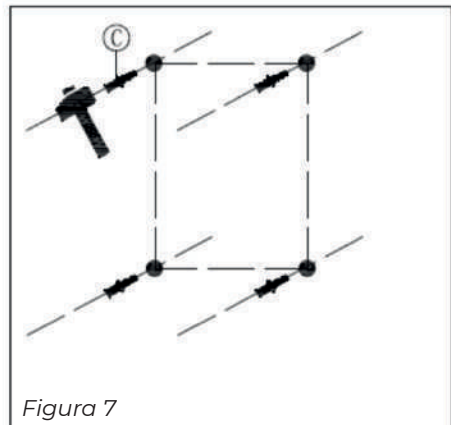

Figura 7
**5.** Coloque los tacos de pared y los anillos proporcionados (Figura 7, pos. C)
**6.** Coloque los tacos de pared y los anillos proporcionados (Figura 7, pos. C).